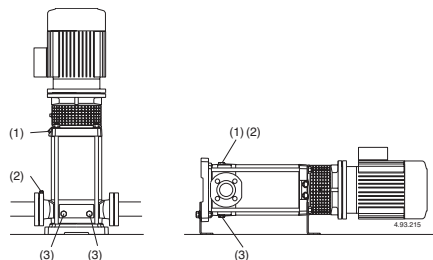

Fig. 4 (1) Fyllning samt luftskruv
Om den sugande funktionen upphör (tryckmanometern svänger eller om trycket minskar/ökar) se till att alla röranslutningar på sugsidan är tätade, repetera avluftningen på sugsidan (2), se till att avluftningsskruven (2) samt dräneringspluggen (3) är täta på sugsidan (**fig. 4**).
För att förlänga livslängden skall pumpen som vid pumpning av förorenade vätskor köras med en ren vätska efteråt för att avlägsna partiklar eller, efter dränering genomförs rengöring genom att rent vatten (minst 40 liter) hälls in genom fyllnadspluggen (1) på trycksidan tills det kommer ut genom dräneringshållet (3) på sugsidan (**fig. 4**).
Före demontering skall alla ventiler stängas samt pumpen avtappas helt på vätska (fig. 4).